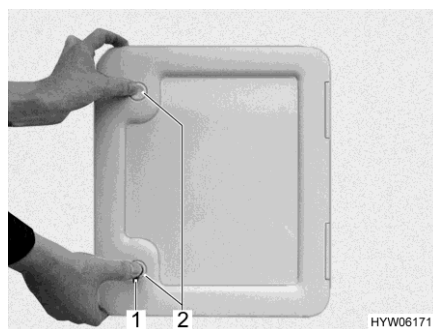

Fig. 169 Sportello (serbatoio fecale)
- Aprire lo sportello per il serbatoio fecale all'esterno del veicolo. Inserire la chiave nel cilindro della serratura a pressione (Fig. 169,1) e ruotare in senso orario di un quarto di giro.
- Premere contemporaneamente con i pollici entrambe le serrature a pressione (Fig. 169,2) e aprire lo sportello per il serbatoio fecale.